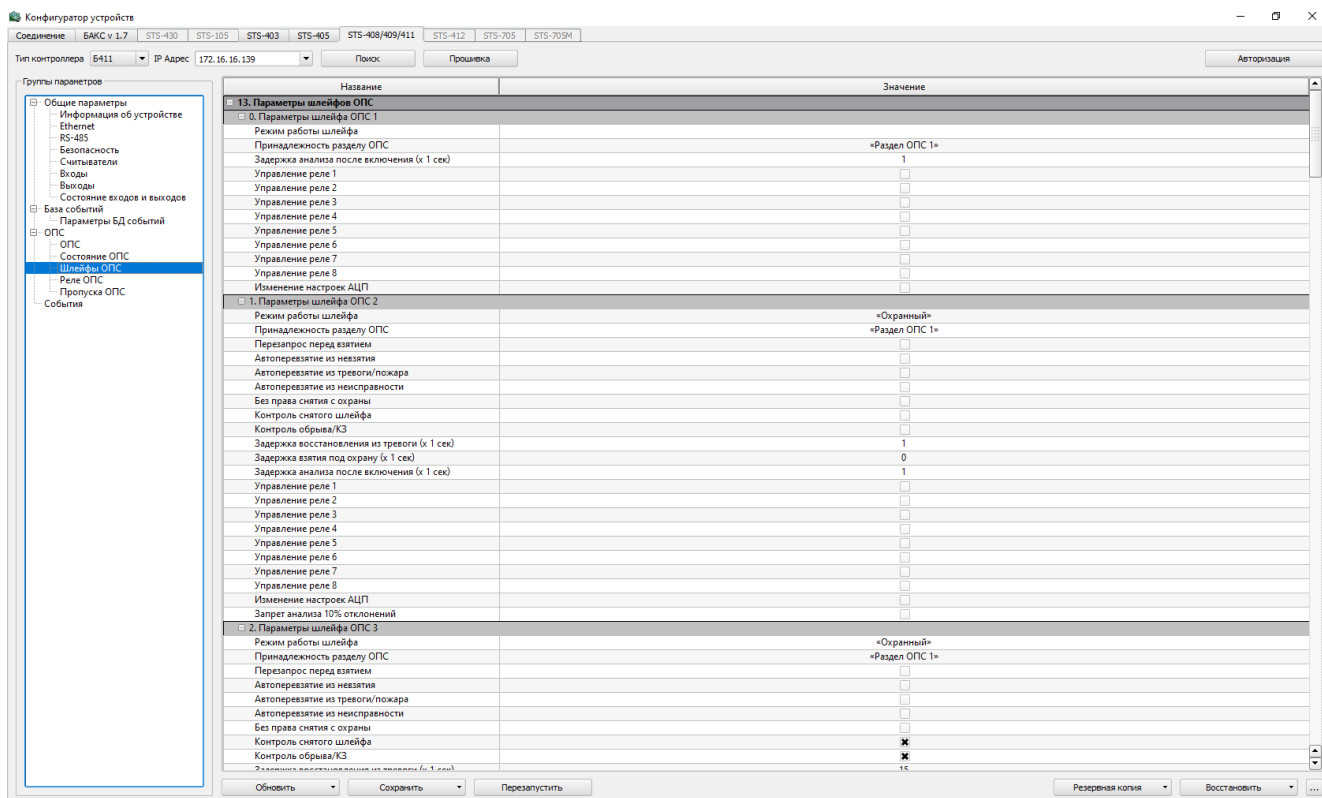

Рисунок 22 – Шлейфы ОПС
– Шлейфы ОПС – здесь отображаются параметры для каждого шлейфа, режим работы, параметры реле с возможностью настройки (рисунок 22), где: